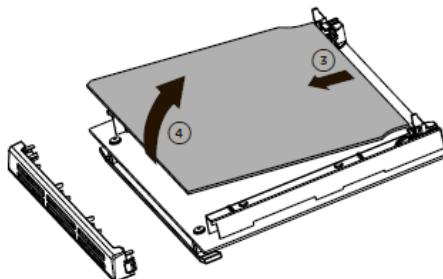

Fig. 4.13
- Levante e retire suavemente o vidro interior, libertando-o dos batentes inferiores. Não incline muito o vidro para não o danificar (fig. 4.13).